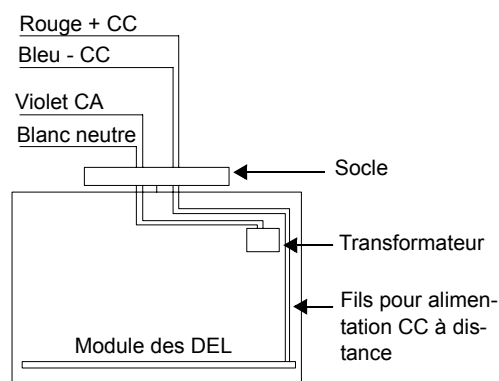

Figure 5
- g. Passer les fils d'alimentation CA et le fil de mise à terre par le trou rectangulaire de l'enseigne et ensuite par le trou du socle. Effectuer les connexions nécessaires. En modèle standard, notre système peut recevoir un courant de 120 VCA à 347 VCA. Raccorder le fil violet (CA) et le fil blanc (neutre) au service de l'édifice (voir fig. 5). S'assurer de bien isoler le fil restant. Pousser les fils dans la boîte de jonction.
- Effectuer les connexions nécessaires. En modèle standard, notre système peut recevoir un courant de 120 VCA à 347 VCA. Raccorder le fil violet (CA) et le fil blanc (neutre) au service de l'édifice (voir fig. 5). S'assurer de bien isoler le fil restant. Pousser les fils dans la boîte de jonction.
Se rapporter au câblage CA et CC de la figure 5.